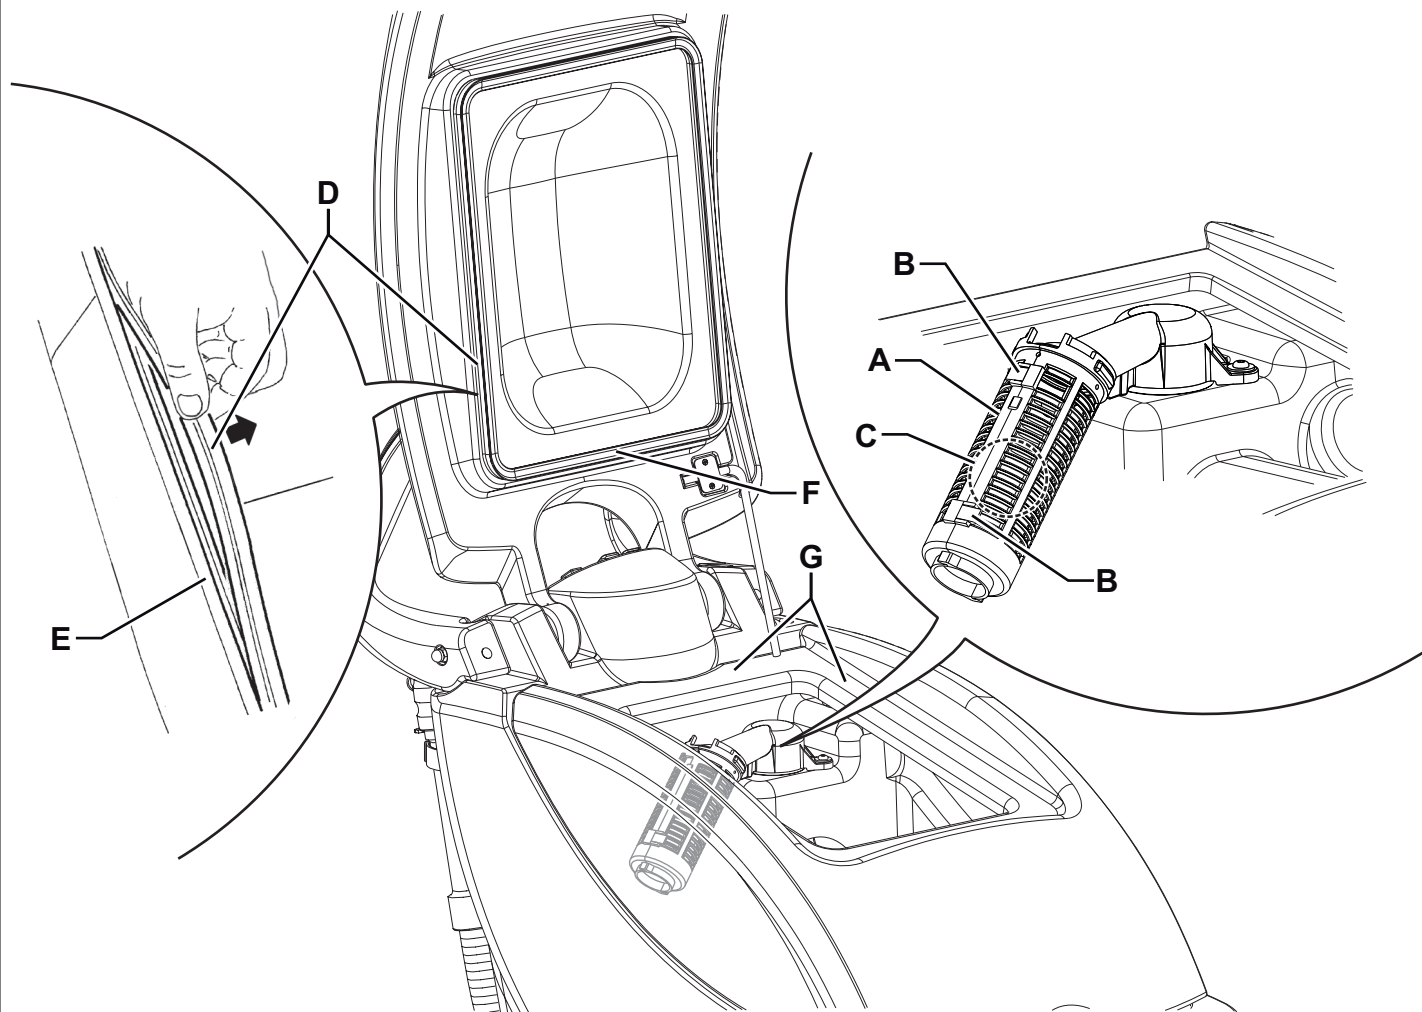

Abbildung 8
2. Überprüfen, ob sich Schalter (62) und (63) in Stellung 0 befinden.
3. Den Deckel (41) des Schmutzwassertanks öffnen und mit Frischwasser den Deckel, die Tanks (30 und 31) und das Ansauggitter (46) reinigen und waschen. Das Wasser aus den Tanks durch das Ansaugrohr (16) und die Leitung (18) ablassen.
4. Falls erforderlich, Haltevorrichtungen (B, Abb. 8) lösen, Gitter (A) öffnen und Schwimmer (C) entnehmen. Sorgfältig reinigen und wieder montieren.
5. Auf die Unversehrtheit der Deckeldichtung (D) des Schmutzwassertanks prüfen.